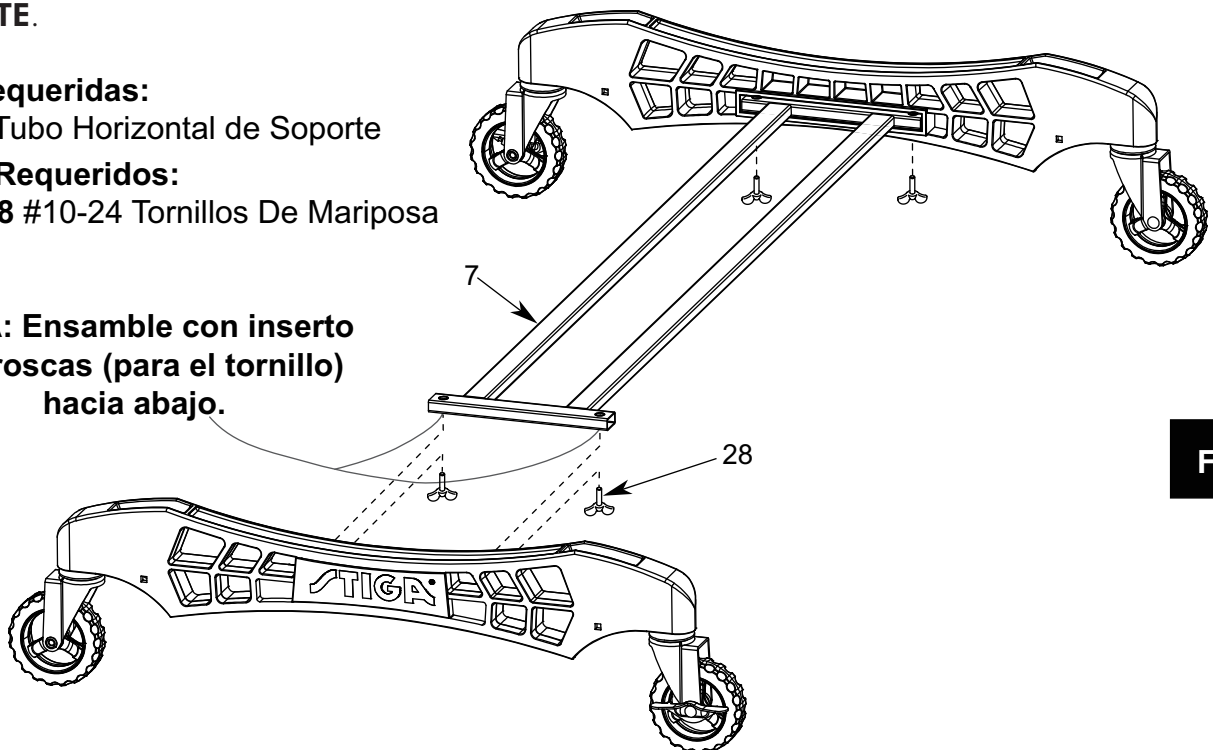

Figura 2
2. Inserte el Tubo Horizontal de Soporte (#7) dentro de los Carriles (#8) utilizando cuatro Tornillos de Mariposa (#28) como se muestra en la **FIGURA 2**. Apriete los tornillos bien pero **NO SOBRE APRIETE**.